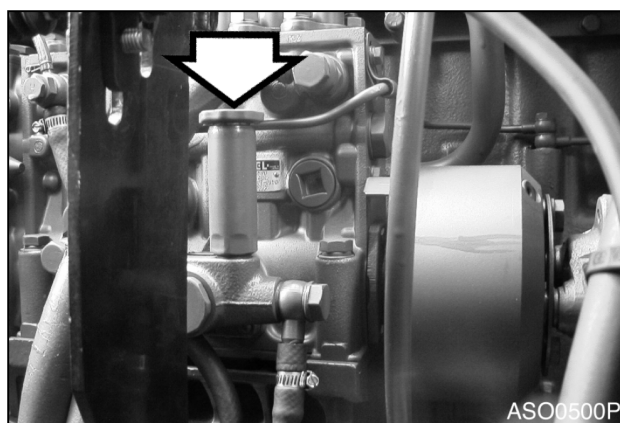

Рис. 17
2. Вывинтить ручной заливочный насос и закачивать топливо (рис. 17) насосом впрыска топлива. Закачивать топливо до тех пор, пока оно не покажется у отверстия заглушки на головке топливного фильтра.